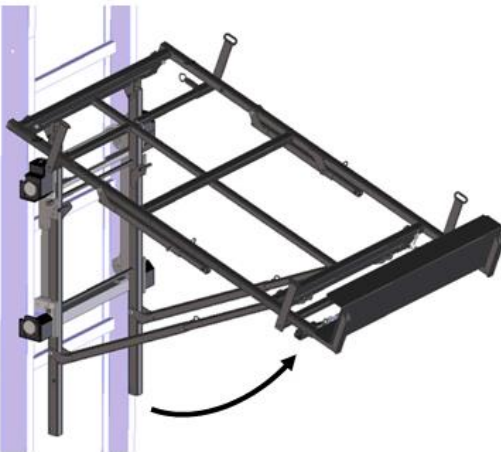

Abb. 5-9.5
In der zweiten Neigungsvariante (Abb. 5-9.5) wird der Oberrahmen (1) mit Hilfe der langen Stützen (4) und den Bolzenverbindungen gehalten. Der Oberrahmen (1) steht zu dem Unterrahmen (2) in einem Winkel von max. 70°.